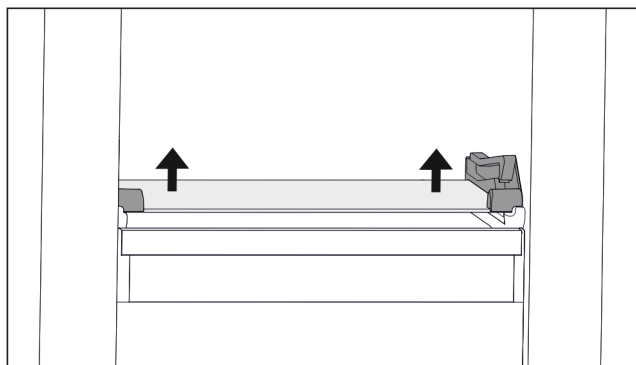

Fig. 72 Ripiano in vetro del cassetto ribaltabile
- ▶ Premere il ripiano in vetro dal basso verso l'alto su entrambi i lati. (vedere Fig. 72)